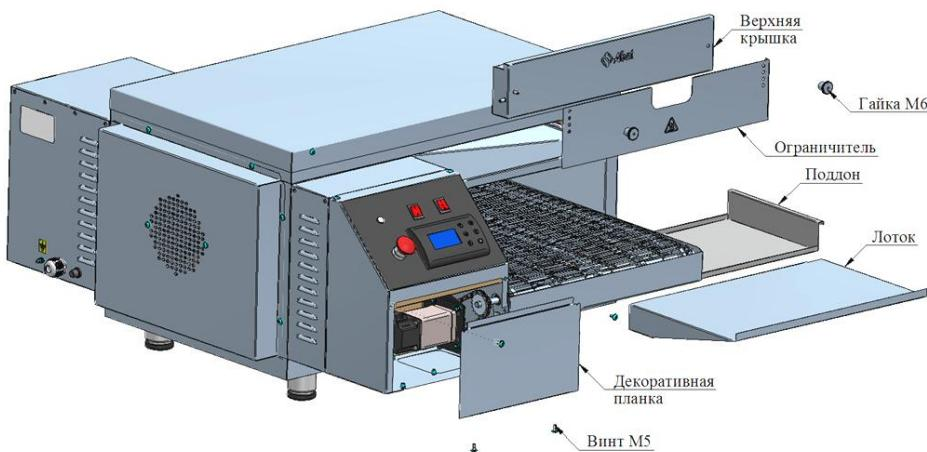

Рис. 9
1. Вынуть конвейер из корпуса печи: для этого необходимо снять декоративную планку под панелью управления, открутив четыре винта M5. Снять лотки и поддоны с конвейера, верхние крышки, ограничители с корпуса, открутив гайки M6 (см. Рис. 9).